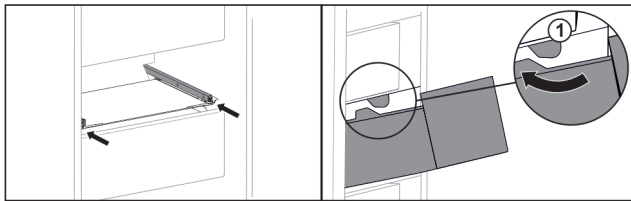

Fig. 45
- ▶ Schuiflade rond de stoppers Fig. 45 (1) leiden.